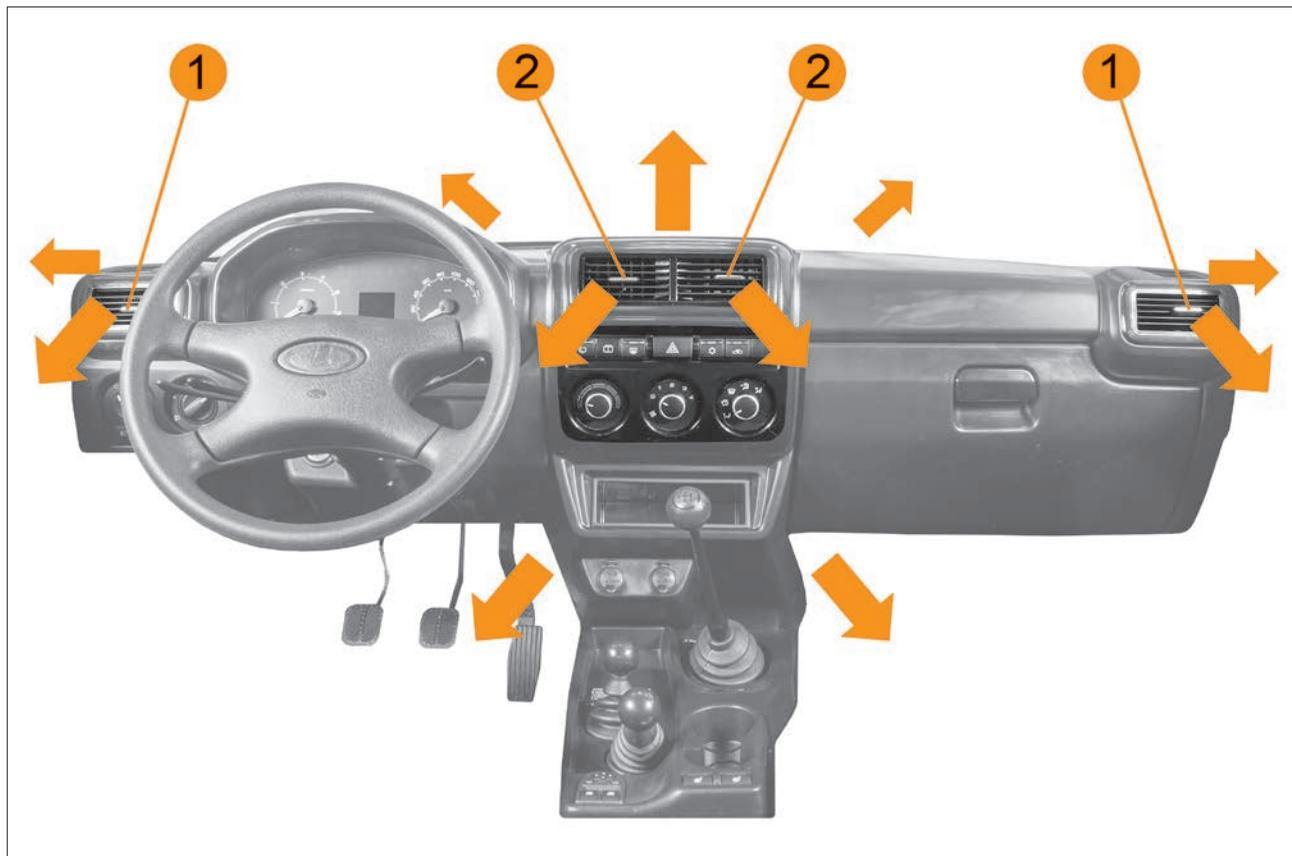

Рис. 26. Дефлекторы отопительно-вентиляционной установки
Рукоятками **1** (рис. 26) регулируется направление воздушного потока в боковых дефлекторах, а рукоятками **2** регулируется направление воздушного потока в центральных дефлекторах.
- рукоятками **1** и **2** (см. рис. 26) отрегулируйте направление воздушных потоков в боковых и центральных дефлекторах в зависимости от желаемого направления;
- рукоятками **1** (см. рис. 26) направить воздушный поток в боковых дефлекторах на соответствующие боковые стекла зону обзора зеркал заднего вида;
- рукоятками **1** (см. рис. 26) направить воздушный поток в боковых дефлекторах на соответствующие боковые стекла в зону наибольшего обледенения;